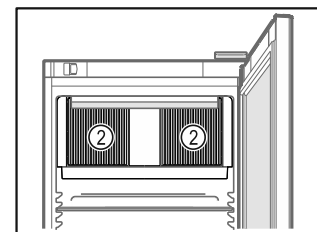

Fig. 60
- ❑ Не закрывайте вентиляционную щель Fig. 60 (2) вентилятора циркуляционного воздуха во внутренней камере.